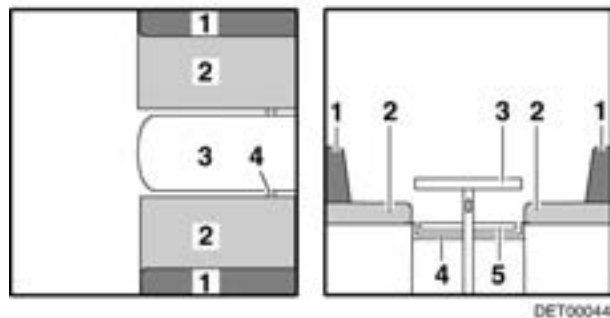

Bild 82 Vor dem Umbau
- Tisch (Bild 82,3) zum Bettunterbau umbauen (siehe Abschnitt 7.7).
- Leiste (Bild 82,4) einlegen oder nach innen ziehen. Die Leiste ist richtig positioniert, wenn sie die Tischplatte ca. 15 - 20 cm hinter dem Tischfuß abstützt.